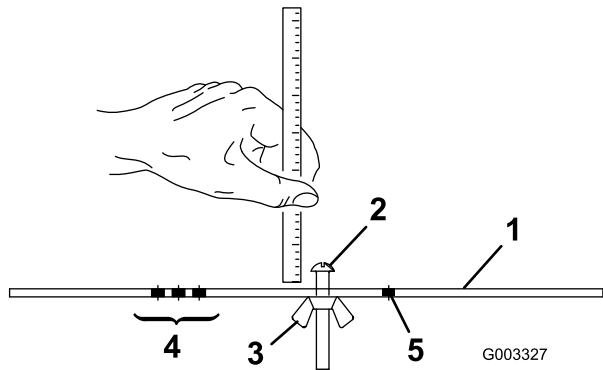

Figure 16
- 2. Desserrez l'écrou du gabarit (Figure 16) et tournez la vis de réglage de manière à obtenir la hauteur de coupe voulue.